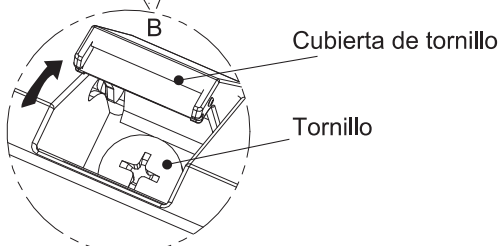

Fig. 10
- 3) En la posición B, abra las tapas de los tornillos como se muestra en la Fig. 10 y retire los tornillos. (Nota: En algunos modelos deberá retirar 3 tornillos.)